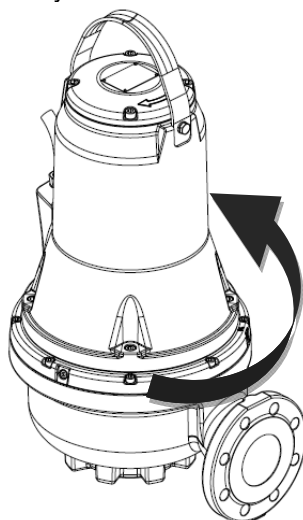

Fig. 10 Rykretning
2. Start og stop pumpen alt imens pumpens bevægelser (ryk) observeres. Hvis pumpen er tilsluttet korrekt, vil omdrejningsretningen være med uret, dvs. den vil give et ryk i retning mod uret. Se fig. 10. Hvis omdrejningsretningen er forkert, ombyt to af faserne i strømforsyningskablet.